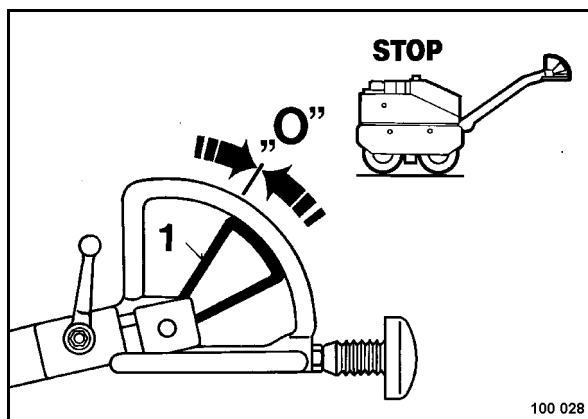

рис. 37
- Медленно отпустить рычаг движения (1) (рис. 37).